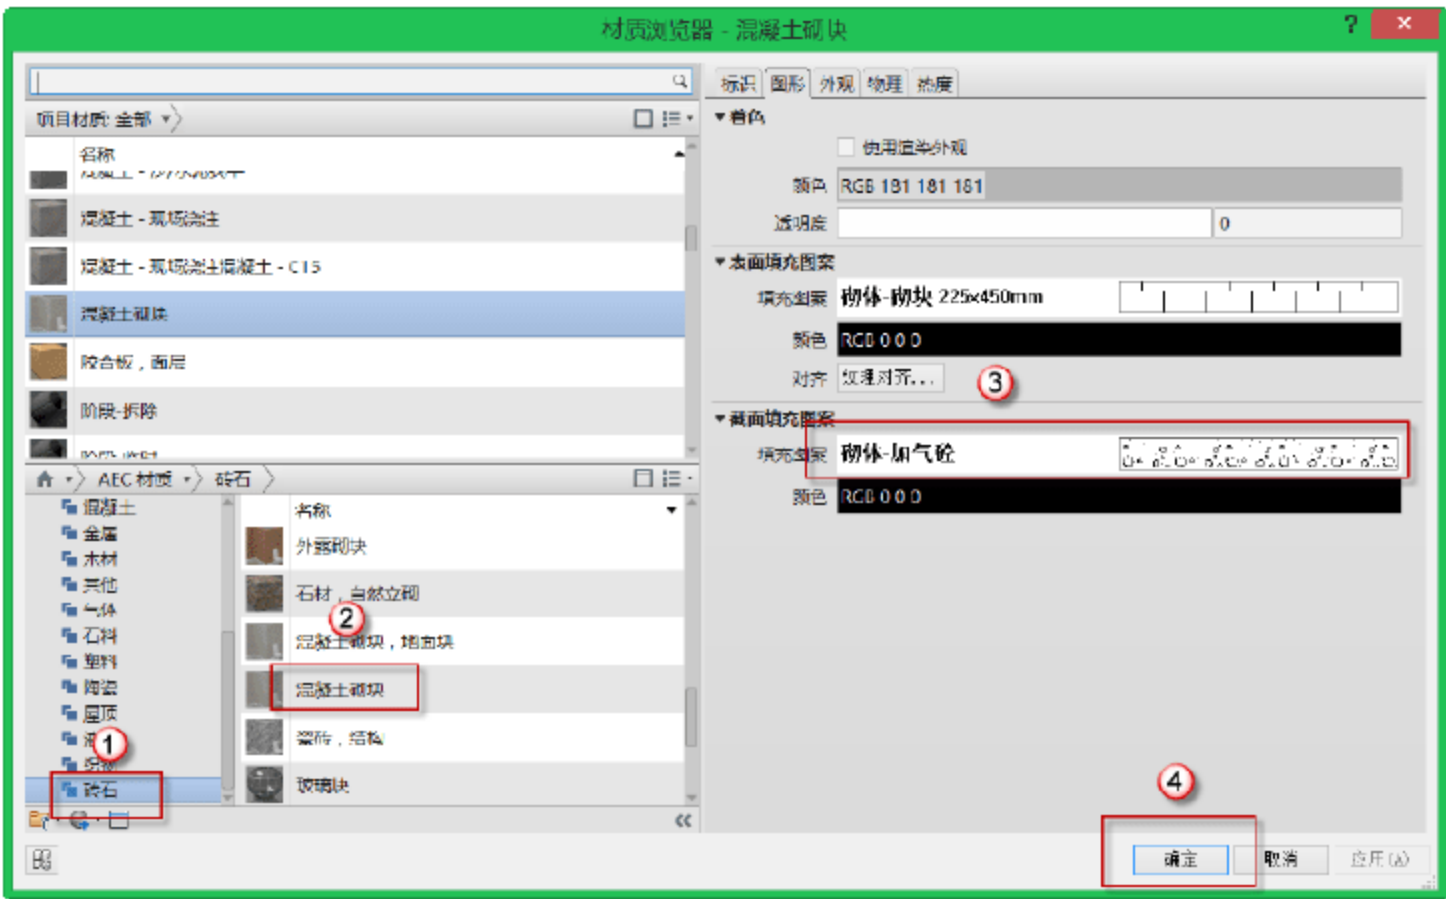

图 10.1.10 编辑“结构[1]”材质
(9) 编辑“结构[1]”材质。在“编辑部件”对话框中单击“结构[1]”对应的“材质”单元格右上角的“浏览”按钮，在弹出的“材质浏览器”对话框中，选择“AEC 材质”→“砖石”→“混凝土砌块”选项，将其填充图案改为“砌体-加气砼”，单击“确定”按钮返回“编辑部件”对话框，如图 10.1.10 所示。然后在“编辑部件”对话框中将其对应的厚度改为“300mm”，最后单击“确定”按钮返回“类型属性”。